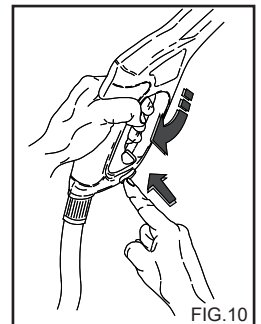

FIG. 10
- Stäng fästets skyddskåpa när rengöringsmaskinen inte används. (fig. 10).